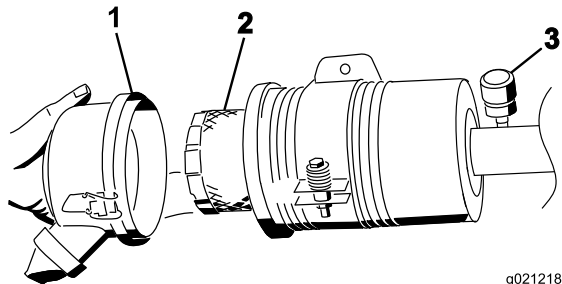

Bild 70
3. Nehmen Sie den Filter heraus und wechseln Sie ihn (Bild 70).